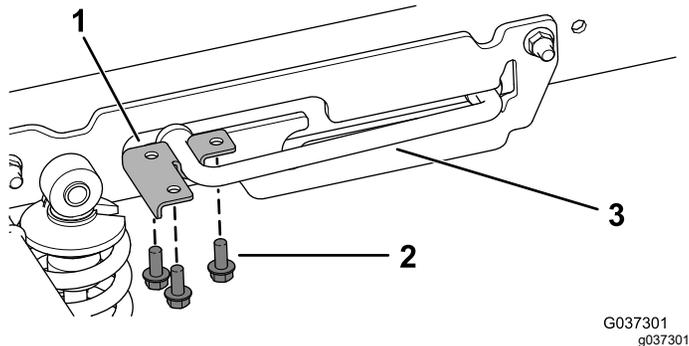

Figura 2
2. Retire os três parafusos de cabeça sextavada flangeada (5/16" x 3/4") e suporte em U da barra de apoio (Figura 2).